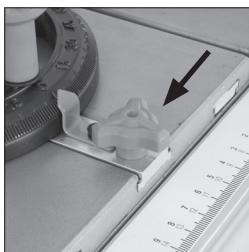

Abb. 23
- Der Winkelschlag kann auf dem Schiebeschlitten festgestellt werden, indem Sie die Feststellschraube in das Loch an der vorderen Kante des Schiebeschlittens einschrauben. **(Abb. 23)**.